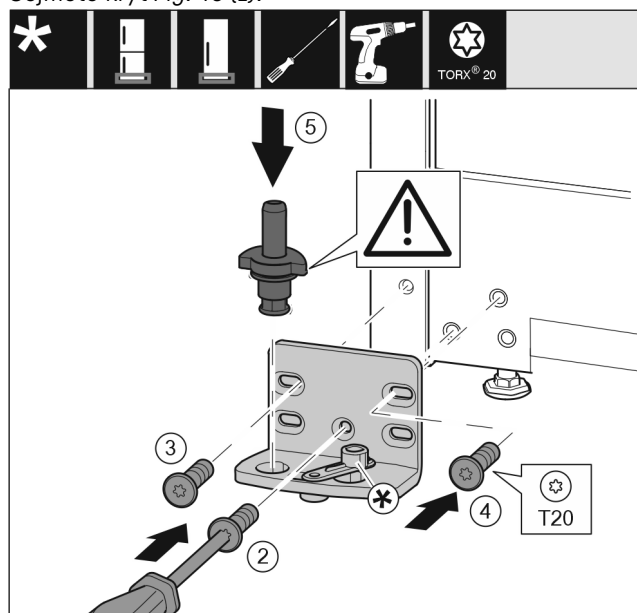

Fig. 46 *
- Nasadte stojan ložiska na druhé straně a přišroubujte pomocí šroubováku. Začněte šroubem Fig. 46 (2) dole uprostřed.*
- Utáhněte šroub Fig. 46 (3) a šroub Fig. 46 (4).*
- Zcela vložte ložiskový čep Fig. 46 (5). Přitom dávejte pozor, aby zajišťovací vačka směřovala dozadu.*